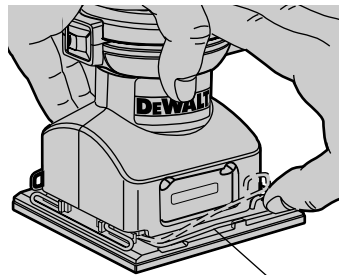

FIG. 2
2. Dégager la pince en soulevant le levier de la pince et en le sortant de la patte de la platine (voir la figure 2).